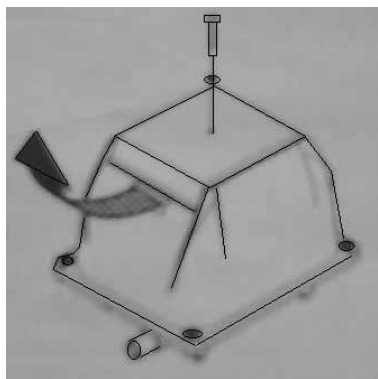

Рис. 7 Снятие кожуха компрессора
2. Снять кожух фильтрующего элемента как показано на рис.7. (Кожух снимается одним движением руки).